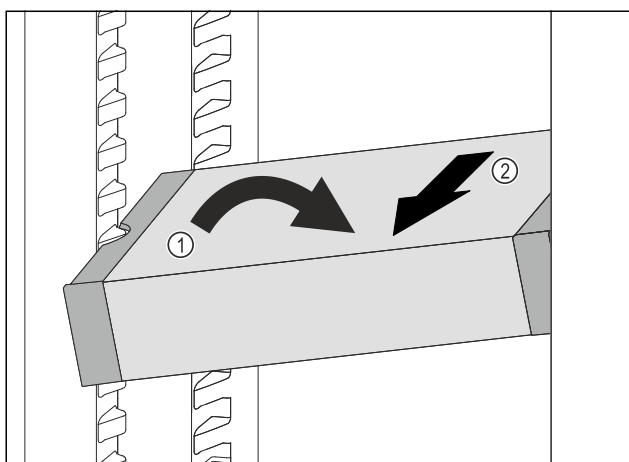

Fig. 64
- VarioSafe postavte v chladničke šikmo. Fig. 64 (1)
- VarioSafe vyberte dopredu. Fig. 64 (2)